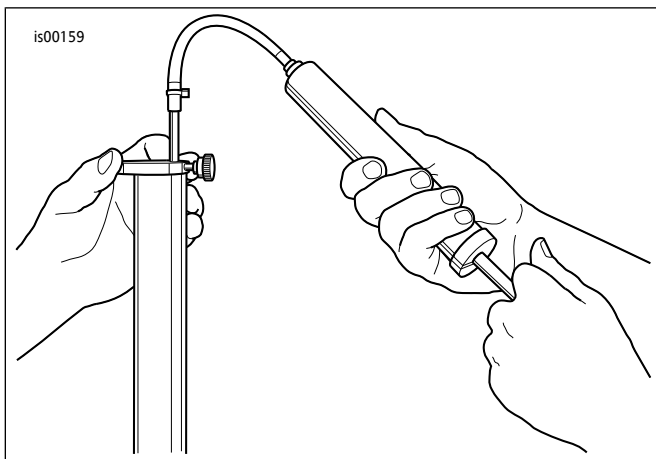

图3。清除多余的叉机油
- d. 参见图3。将杆插入叉管顶部, 直至金属环在叉管顶部放平。